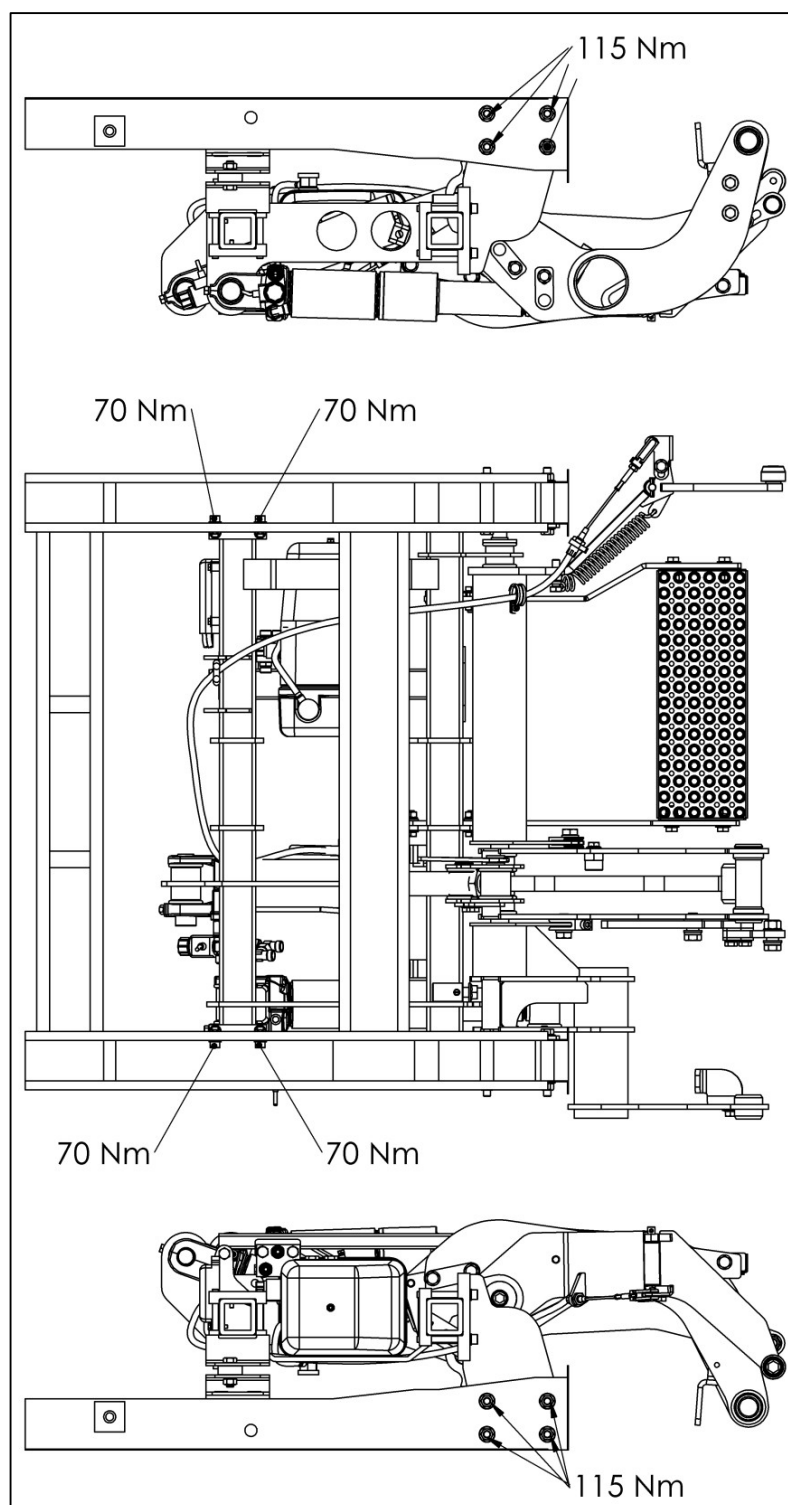

Fig. 32
- Fije el mecanismo de elevación (con adaptadores) al vehículo y apriete los tornillos a **115 Nm** en la parte trasera y **70 Nm** en la parte delantera (ver Fig. 32).